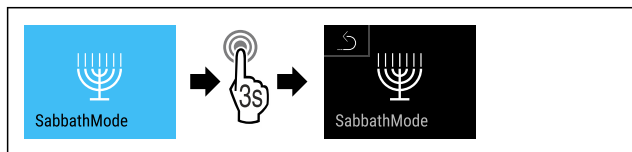

Fig. 15
- ▶ Proved'te kroky postupu (viz Fig. 15) .